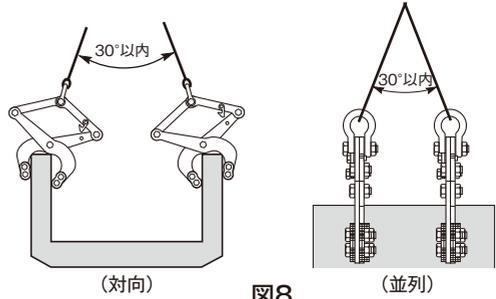

図8
- ◆ 2点吊りの場合は、天秤などを使用して垂直に吊り上げて下さい。尚、天秤を使用出来ない場合は図8の範囲内で吊り上げて下さい。